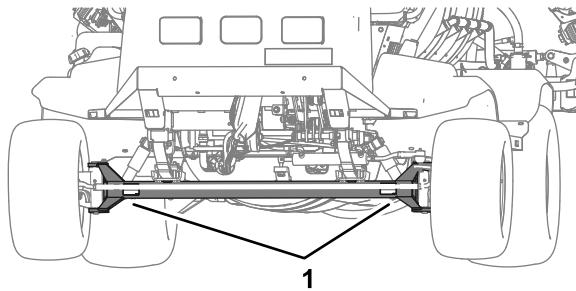
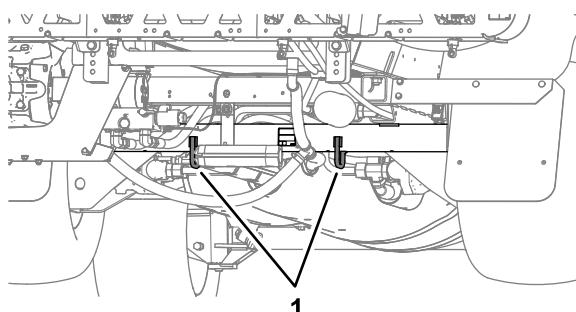

Figura 50
Figura 51
- Amarre la máquina firmemente al vehículo de transporte; la **Figura 50** y la **Figura 51** ilustran los puntos de amarre de la máquina.